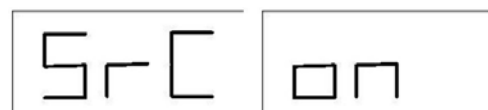

Fig14
1. Maskinen vil gå i [SrC] [On]-status, når rotationen stopper, og “SRC” vil vises i venstre display i en kort periode, hvorefter ubalanceringsværdien vil blive vist (Fig14).